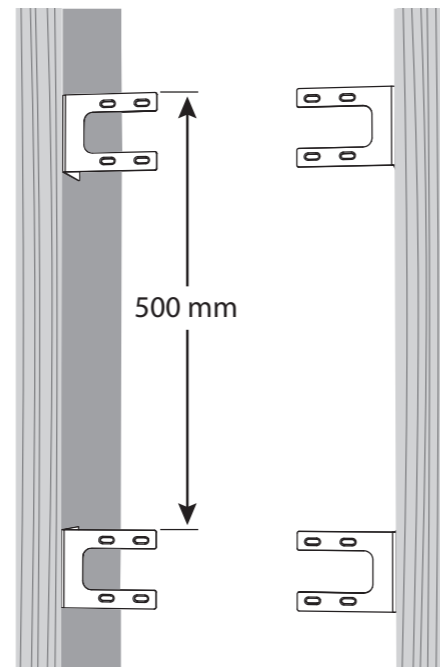

Fig. 1 Screw the back can brackets to the ceiling joists
2. Plaats de beugels zoals getoond in Fig. 1 en zorg ervoor dat de onderkant van de beugels gelijk ligt met de onderkant van de plafondbalken. Bevestig elke beugel aan de plafondbalk met vier schroeven per beugel.